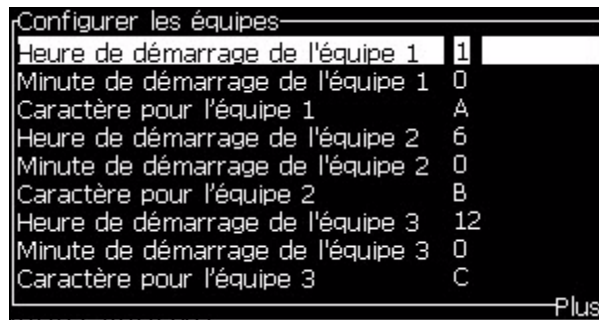

Figure 5-32: Réglez les équipes
- 3 Appuyez sur la touche *Entrée* pour ouvrir la boîte de dialogue *Régler équipe* (Figure 5-32 à la page 5-45).